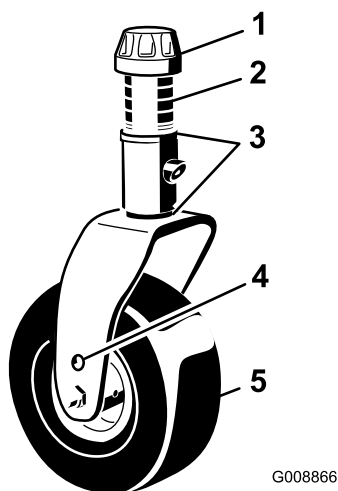

Bild 14
11. Stellen Sie die Beilagscheiben ($\frac{1}{8}$ ") an den Laufradgabeln auf die entsprechende Schnitthöhe auf dem Aufkleber ein (Bild 14), siehe Einstellen der Mähwerkneigung \(Seite 13\).